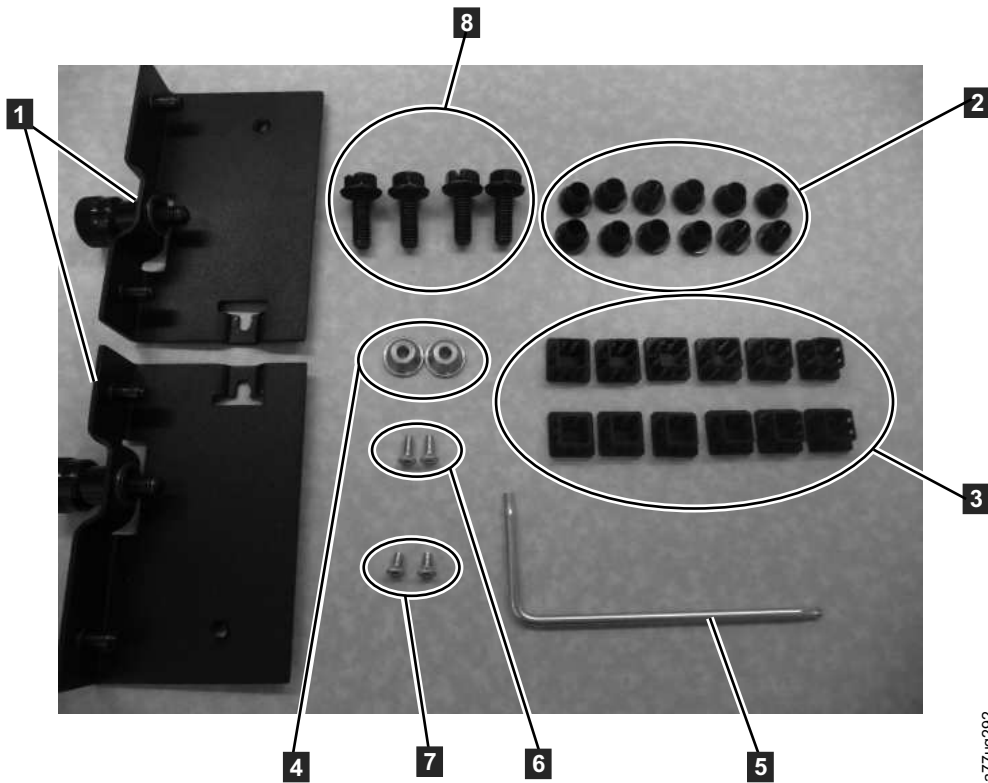

Abbildung 25. Rackeinbausatz B - Teile für die Montage
- 2 Halterungen mit versenkbaren Rändelschrauben ( **1** in Abb. 25)
- 1 Inbusschlüssel ( **5** in Abb. 25)